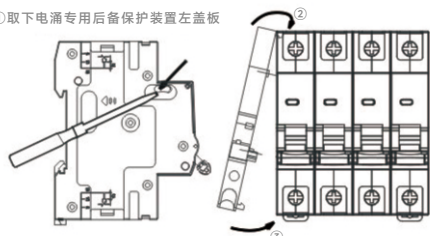

图2 安装示意
2. 安装方式:与电涌专用后备保护装置瓶装如下图2。
①取下电涌专用后备保护装置左盖板